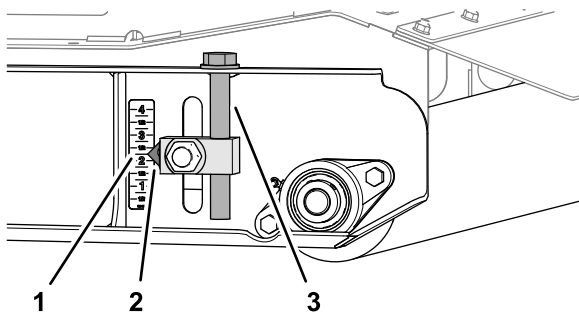

Figura 83
5. Nel rullo posteriore, sollevate i regolatori dell'altezza di taglio di sinistra e destra alla tacca di 5,7 cm sull'adesivo (**Figura 83**).